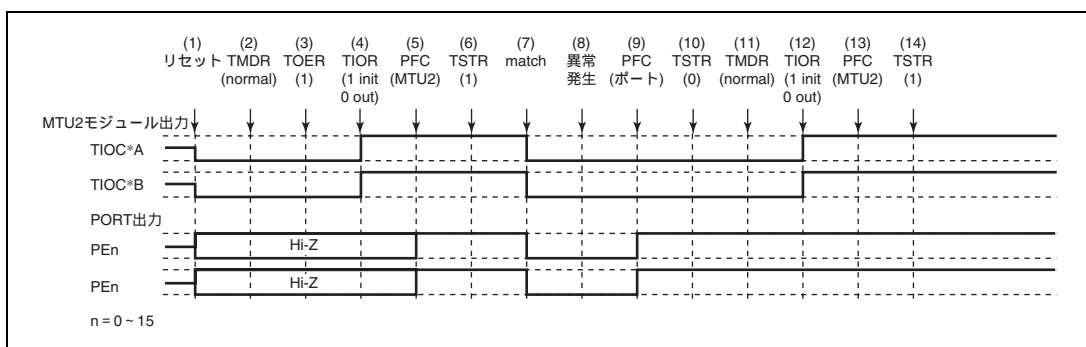

図 11.115 ノーマルモードで異常が発生し、ノーマルモードで復帰する場合
ノーマルモードで異常が発生し、再設定後ノーマルモードで再スタートする場合の説明図を図 11.115 に示します。
(1) ~ (10) は図 11.115 と共通です。
(11) PWM モード 1 を設定します。
(12) TIOR で端子を初期化してください (PWM モード 1 では TIOC*B 側は初期化されません。初期化したい場合はノーマルモードで初期化した後、PWM モード 1 に遷移してください)。
(13) PFC で MTU2 出力としてください。
(14) TSTR で再スタートします。
(11) PWM モード 2 を設定します。
(12) TIOR で端子を初期化してください (PWM モード 2 では周期レジスタの端子は初期化されません。初期化したい場合にはノーマルモードで初期化した後 PWM モード 2 に遷移してください)。
- (1) ~ (10) は図 11.115 と共通です。
- (11) 位相計数モードを設定します。
- (12) TIOR で端子を初期化してください。
- (13) PFC で MTU2 出力としてください。
- (14) TSTR で再起動します。
(11) TIOR でノーマルモードの波形生成部を初期化してください。
(12) TIOR でノーマルモードの波形生成部の動作を禁止してください。
(13) TOER でチャンネル 3、4 の出力を禁止してください。
(14) TOCR で相補 PWM の出力レベルと周期出力の許可禁止を選択してください。
(15) 相補 PWM を設定します。
(16) TOER でチャンネル 3、4 の出力を許可してください。
(17) PFC で MTU2 出力としてください。
(18) TSTR で再スタートします。
- (1) ~ (13) は図 11.115 と共通です。
- (14) TOCR でリセット同期 PWM の出力レベルと周期出力の許可禁止を選択してください。
- (15) リセット同期 PWM を設定します。
- (16) TOER でチャンネル 3、4 の出力を許可してください。
- (17) PFC で MTU2 出力としてください。
- (18) TSTR で再スタートします。